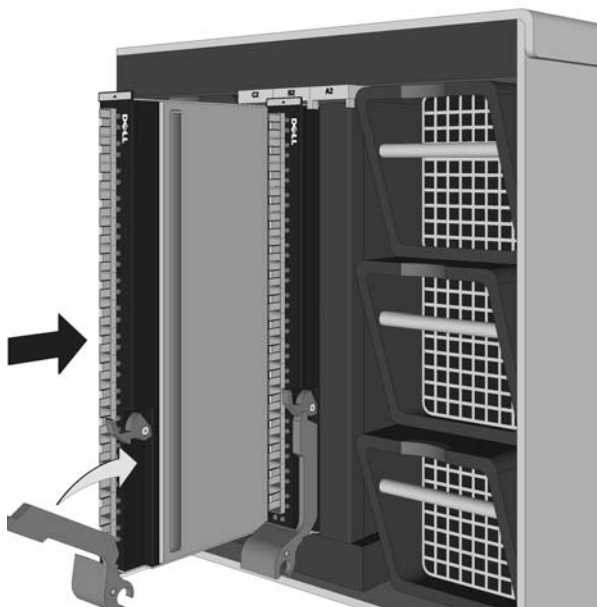

図 1-2. Pass-Through Module のインストール
- 5 フロント パネルにぴったり付くまで、ラッチング アームを上方に回転させ、図 1-2 (Pass-Through Module のインストール) で示すように、アームの先端を掛け金にかけます。